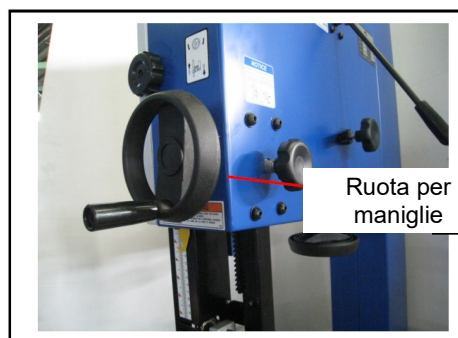

Figura 2
1. Fissare il volantino (vedi figura 2) alla macchina.